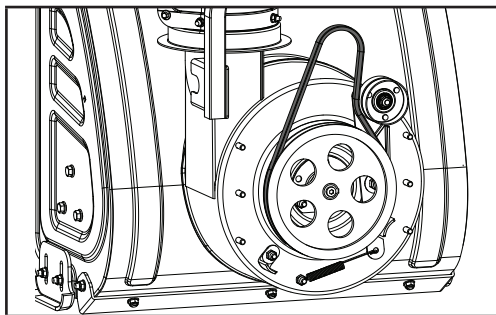

Figure 46
8. Enlevez la courroie d'entraînement de la poulie en la faisant glisser. Enlevez la courroie et remettez-en une en place en suivant les étapes dans l'ordre inverse en vous assurant que la nouvelle courroie est sous la poulie tendeur à ressort (figure 46).